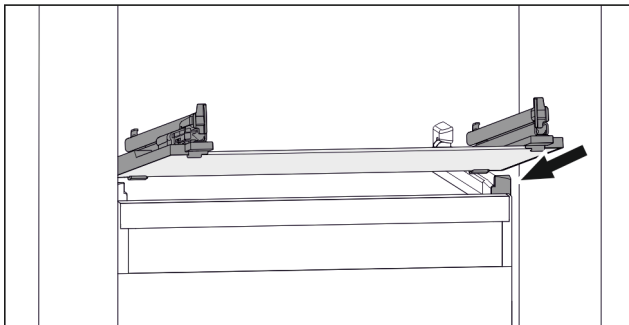

Fig. 112 Beispielhafte Darstellung der Glasplatte
- ▶ Glasplatte schräg hinter den Stopperrn aufsetzen. (zie Fig. 112)